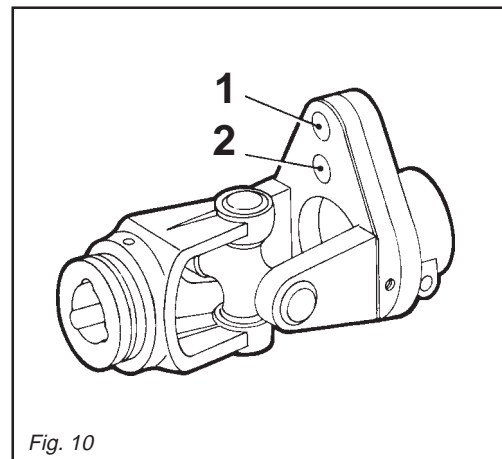

Fig. 10
Se tale bullone è inserito nel foro (2 Fig. 10) e si trancia ripetutamente, è consigliabile montarlo nel foro (1 Fig. 10).
*If the bolt, inserted in hole (2 Fig. 10), shears repeatedly, then we recommend inserting it in the hole (1 Fig. 10).*
Der Begrenzer, ins Kardangelen eingebaut, verfügt über eine Sicherheitsmutter, die auf eine mittlere Belastung eingestellt ist. Wenn sich bei besonders widerstandskräftigen Hindernissen diese Mutter-schraube durchtrennt, muß sie durch eine neue gleicher Maße und gleichen Materials ersetzt werden. Wenn diese Mutter-schraube in Öffnung (2 Fig. 10) eingefügt ist und sich wiederholt durchtrennt, raten wir sie in Öffnung (1 Fig. 10) zu montieren.
*Si ce boulon est introduit dans le trou (2 Fig. 10) et se casse maintes fois, on conseille de le monter dans le trou (1 Fig. 10).*
Si, debido a obstáculos sobremanaera resistentes, se tronchara el perno, hace falta que se substituya con otro nuevo que tenga dimensiones y materiales iguales. Si el perno está introducido en el agujero (2 Fig. 10) y se tronchara muchas veces, se aconseja montarlo en el agujero (1 Fig. 10).